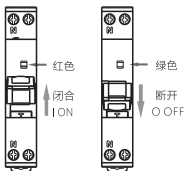

图2 产品闭合、断开状态指示
5.1 安装前先检查断路器标志与所使用的工作条件是否相符；闭合、断开状态指示如下图2